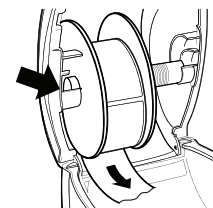

Figura 3
- 6 Insira a bobina de etiquetas na abertura localizada na tampa da impressora, com as etiquetas saindo pela parte inferior do rolo. Consulte Figura 3.